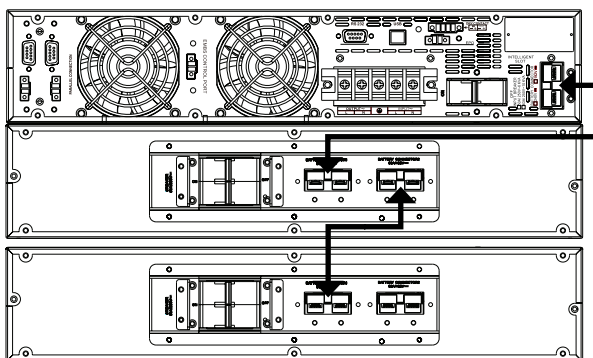

Fig. 13. Conexión con módulos de baterías.
- En la Fig. 13 se muestra la conexión de un equipo de 10 kVA en disposición rack, con dos módulos de baterías. Para mayor número, operar de modo similar a los de la ilustración.